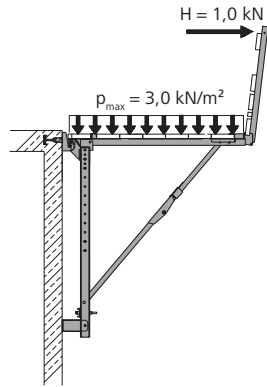

Fig. 22.1
- Plate-forme de travail sans coffrage (Fig. 22.1)